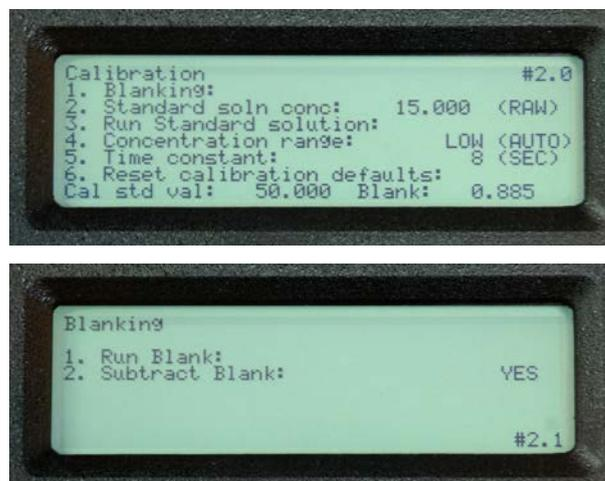

Figura 4. Vista de las pantallas 2.0.: menú de calibración (arriba) y 2.1.: menú de blanqueo (abajo) del fluorómetro Turner Designs 10-AU.
d. Presione el botón <ESC> dos veces para retornar al menú principal “MAIN MENU” y desde ahí oprima el número <2> para acceder a la pantalla de calibración 2.0.: “Calibration”. Desde la pantalla 2.0. pulsar el <1> para acceder a la pantalla 2.1. de blanqueado: “Blanking”. A continuación oprima <2> y acceda a la pantalla 2.1.2. para setear el instrumental de modo que NO substraiga el blanco (Figura 4).